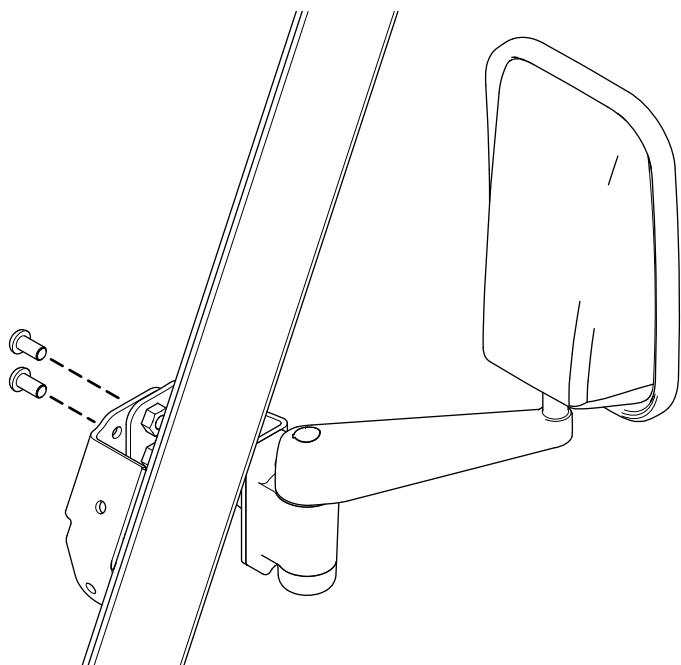

Figura 2
2. Fije el conjunto del retrovisor al soporte del ROPS con 2 tornillos Torx (Figura 2).